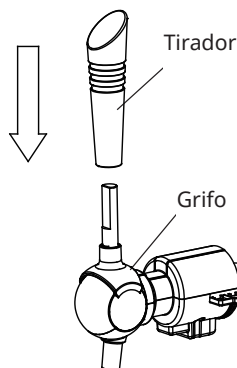
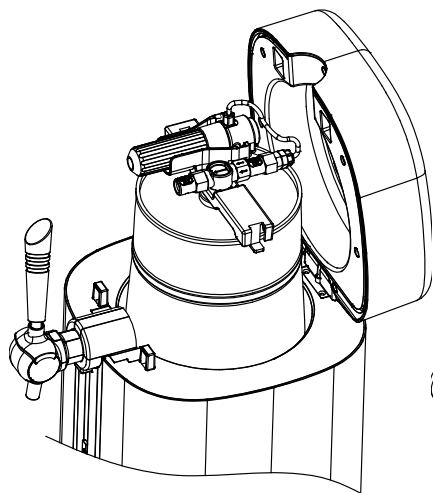

Figura 2
Figura 12
2. Instale el mango del grifo conecte el grifo, asegúrese de que ambos extremos encajan perfectamente (véase la figura 2).
3. Pulse el botón de la parte superior de la tapa con una fuerza de 60-80 N (como se muestra en la Figura 2) para abrir la tapa superior de la máquina de cerveza y, a continuación, coloque el barril de cerveza equipado con el dispensador de vino en la cavidad de refrigeración de la máquina de cerveza (como se muestra en la Figura 12) y conecte el conector de salida de vino del grifo a la interfaz del dispensador de vino (como se muestra en la Figura 13).